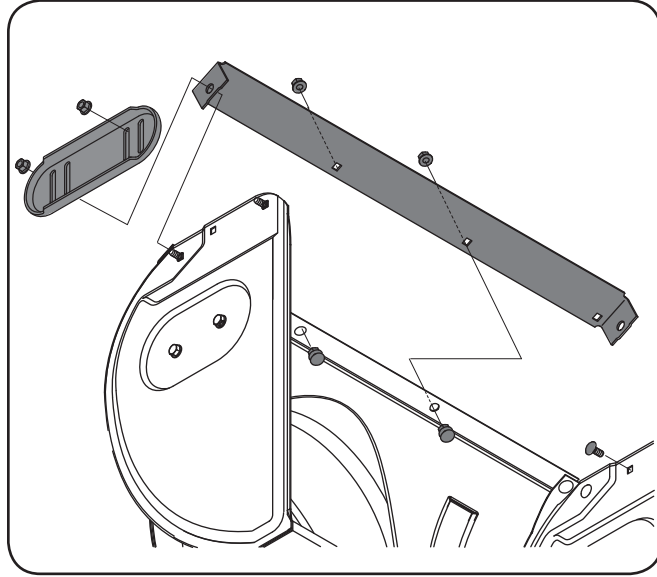

Figure 6-1
2. Remontez les nouveaux patins avec les boulons ordinaires (deux sur chaque côté) et les contre-écrous à embase. Voir la Fig. 6-1.